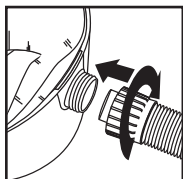

FIGURA 31
43. Vuelva a insertar la manguera en la entrada y apriete la tuerca de seguridad. **FIGURA 31.**